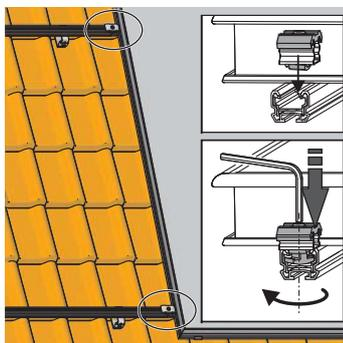

Fig. 3-23 Insérez la mise à terre double
1. Insérez les mises à terre doubles dans le rail de profilé supérieur et inférieur, pressez vers le bas avec la clé mâle coudée posée sur la vis et déplacez-la d'env. 45° dans le sens des aiguilles d'une montre (afin que le profilé inférieur parvienne à la bonne position de serrage) (fig. 3-23).